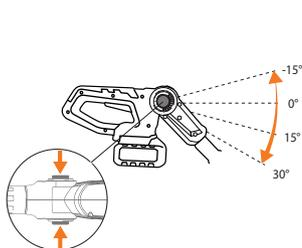

Рис. 11
- Регулировка угла наклона рукоятки доступна в четырех положениях для изменения угла в пределах -15° / $+30^{\circ}$. Для изменения угла рукоятки – нажмите кнопку фиксатора и установите рукоятку в необходимое положение, после чего отпустите кнопку для фиксации (Рис. 11).